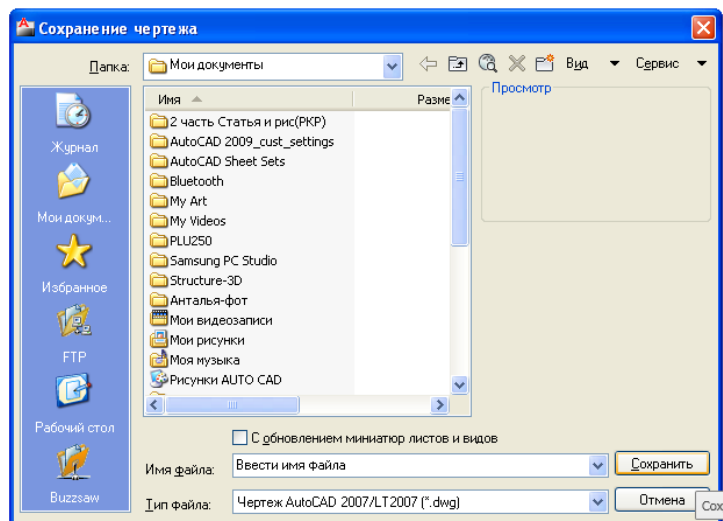

Рис.103
- b. В поле *Папка* диалогового окна *Сохранение чертежа* открыть рабочую папку (рис.103).